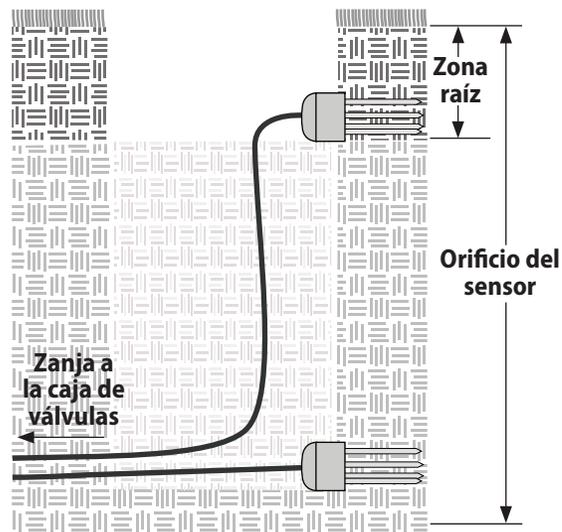

Figura 9 - Instalación de sensor de tipo 3
- 1 Utilizando una pala (u otra herramienta adecuada), corte con cuidado y retire la zona de césped donde se colocarán los sensores. Cave orificios para los sensores hasta la profundidad del sensor inferior (si se utilizan dos) tal y como se muestra en la figura 9.